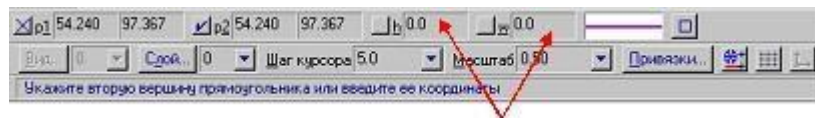

Рис. 4.
Появится строка параметров объекта прямоугольника (рис. 4):
11. Щелкните ЛКМ на кнопке **Привязки** на панели текущего состояния (рис. 4).